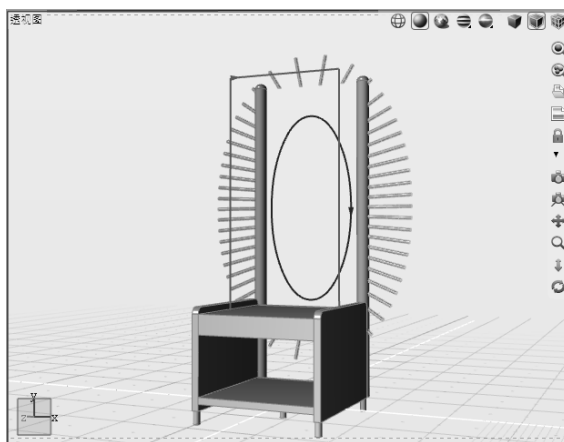

图 5-37 以矩形修剪复制对象
3) 激活“修剪”工具, 当控制台提示“拾取要修剪曲线和要修剪的面”时，依次选择椭圆，以及上一步复制的对象，获得修剪结果如图 5-37 所示。